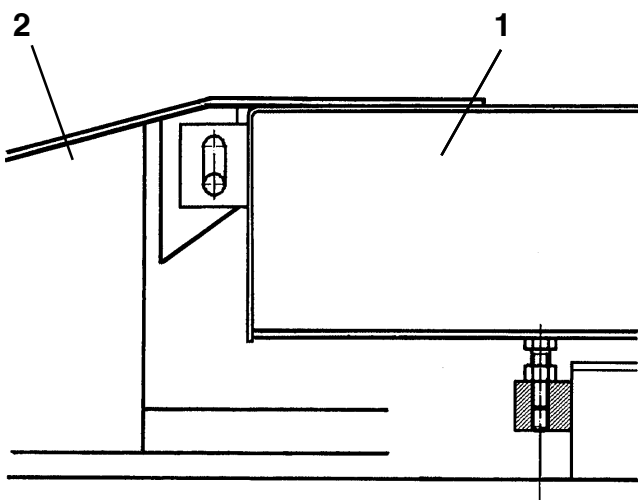

Fig.36
Rif. Fig.36 - Procedere come al paragrafo 4.13 tenendo conto dell' allineamento delle pedane (1) rispetto alle rampe di salita (2).
Ref. Fig. 36. Proceed as described in paragraph 4.13, checking the alignment of the platforms (1) with respect to the approach ramps (2).
Rif. Fig. 36. Gemäß Paragraph 4.13 verfahren, dabei die Fluchtung der Fahrschienen (1) den Auffahrampen (2) gegenüber beachten.
Ref. Fig.36. Suivre les marches au paragraphe 4.13 en considérant l'alignement des chemins de roulement (1) par rapport aux rampes de montée (2).
Ref. Fig. 36. Proceder como se indica en el párrafo 4.13 teniendo en cuenta la alineación de las plataformas (1) con respecto a las rampas de subida (2).